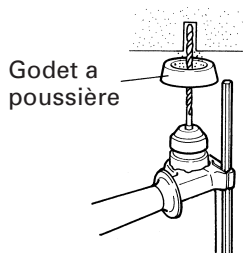
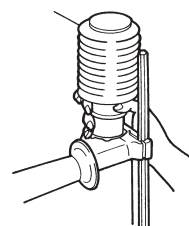

Fig. 9
Fig. 10
4. Lors de l'installation de la capuchon à poussière ou du collecteur de de poussière (B) (accessoires en option) (Fig. 9, Fig. 10)
Utiliser la capuchone à poussière en la fixant au foret comme montré dans la Fig. 9.
Lors de l'utilisation du collecteur à poussière (B), l'insérer par le bout du foret en l'alignant avec la rainure sur la poignée. (Fig. 10)